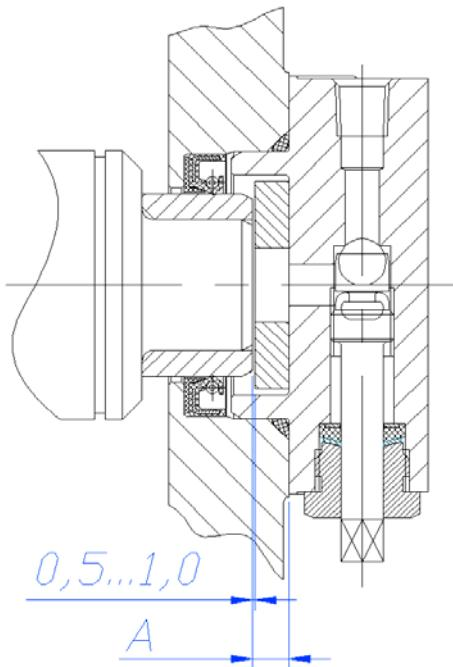

Рис. 9. Замер расстояния «A»
14. Положите «О»-кольцо 250×3 (99) на шейку корпуса колесного редуктора (101), установите корпуса в ступицу (98) и зажмите четыре винта M8×25 (27).
15. Установите распорные втулки (4) на середину отверстия сателлитов (3), вставьте предварительно смазанные консистентной смазкой Литол-24 игольчатые ролики (6) и положите опорные шайбы с обеих сторон сателлита. Собранные сателлиты последовательно вводите в держатель сателлитных колес (104), а затем установите через них оси (5), которые следует набить в держатель. Проверьте плавное вращение всех сателлитов.
16. На уже подготовленный держатель сателлитных колес надевается «О»-кольцо 220×3 (103) и весь комплект вводится в картер колесного редуктора. При этом действии берегите резиновое «О»-кольцо от повреждения.
18. Полуось с собранной спиралью (21 или 22) и внутренним стопорным кольцом (15) вставьте в цапфу. Установите ведущую шестерню колесного редуктора (16) на шлицы полуоси и застопорите вторым стопорным кольцом (15). Измерьте расстояние от торца полуоси до контактной поверхности держателя сателлитных колес (расстояние «A», рис. 9), отсчитайте 0,5 – 1,0 мм, и на такую длину исправляйте толщину упора полуоси (12), гарантирующий требуемый аксиальный зазор полуоси.
14. Установите распорные втулки (4) на середину отверстия сателлитов (3), вставьте предварительно смазанные консистентной смазкой Литол-24 игольчатые ролики (6) и положите опорные шайбы с обеих сторон сателлита. Собранные сателлиты последовательно вводите в держатель сателлитных колес (1), а затем установите через них оси (5), которые следует набить в держатель. Проверьте плавное вращение всех сателлитов.
15. Положите «О»-кольцо 250×3 (99) на шейку корпуса колесного редуктора (1), установите корпус в ступицу (98) и зажмите четырьмя винтами M8×25 (27).
16. Полуось с собранной спиралью (21 или 22) и внутренним стопорным кольцом (15) вставьте в цапфу. Установите ведущую шестерню колесного редуктора (16) на шлицы полуоси и застопорите вторым стопорным кольцом (15). Измерьте расстояние от торца полуоси до контактной поверхности держателя сателлитных колес (расстояние «A», рис. 9), отсчитайте 0,5 – 1,0 мм, и на такую длину исправляйте толщину упора полуоси (12), гарантирующий требуемый аксиальный зазор полуоси.